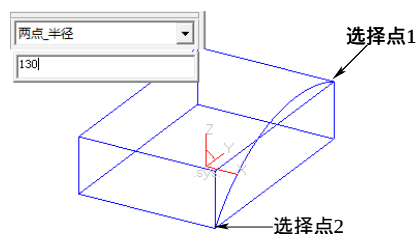

图 6-38 绘制圆弧
5) 按 F9 键选择 YZ 平面为构图面, 然后选择下拉菜单“造型”→“曲线生成”→“圆弧”命令, 或者单击“曲线生成栏”工具栏上的“圆弧”按钮, 选取“两点_半径”画圆弧方式, 依次捕捉如图 6-38 所示的端点, 输入半径 130mm, 绘制圆弧, 如图 6-38 所示。